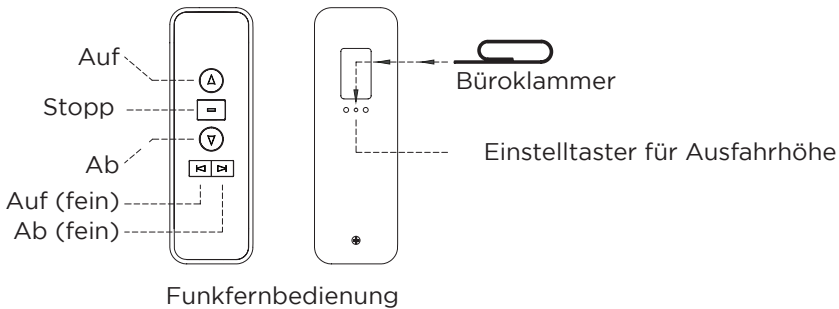

Abb. 5
- Drücken Sie mit einer geöffneten Büroklammer den Knopf für die Positionseinstellung rückseitig der Funkfernbedienung (Abb. 5) bis sie ein Licht in dem Loch sehen. Damit ist die Leinwand im Programmiermodus.